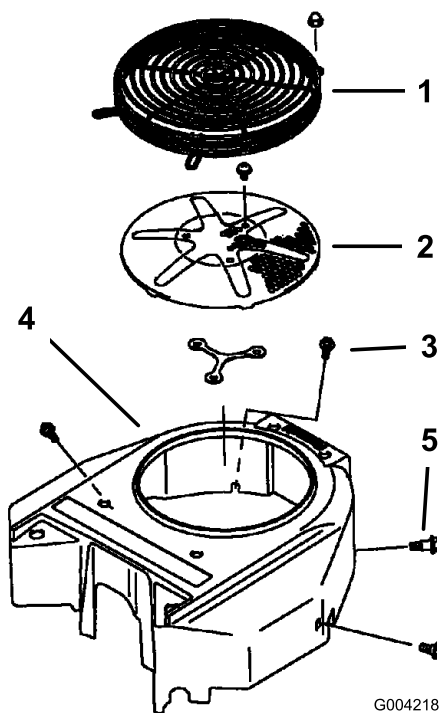

Figura 77
Antes de cada uso, elimine cualquier acumulación de hierba, suciedad u otros residuos de la rejilla del motor. Esto ayudará a asegurar una refrigeración adecuada y una velocidad de motor correcta, y reducirá la posibilidad de sobrecalentamiento y daños mecánicos al motor (**Figura 77**).
3. Retire la rejilla de entrada de aire, el arrancador de retroceso y la carcasa del ventilador (**Figura 77**).
5. Instale la rejilla de entrada de aire, el arrancador de retroceso y la carcasa del ventilador (**Figura 77**).